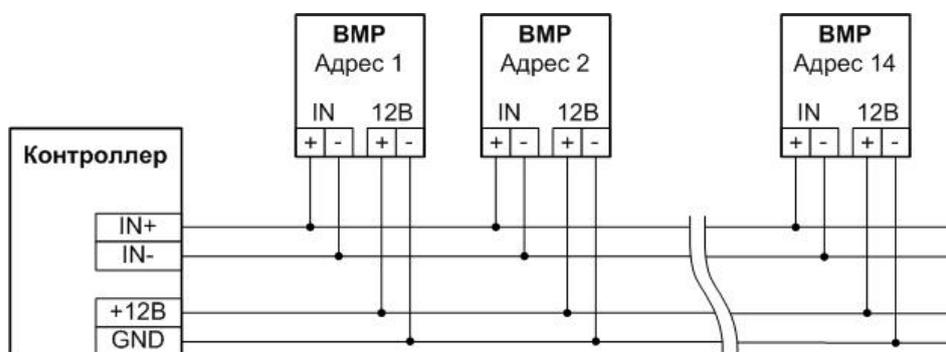
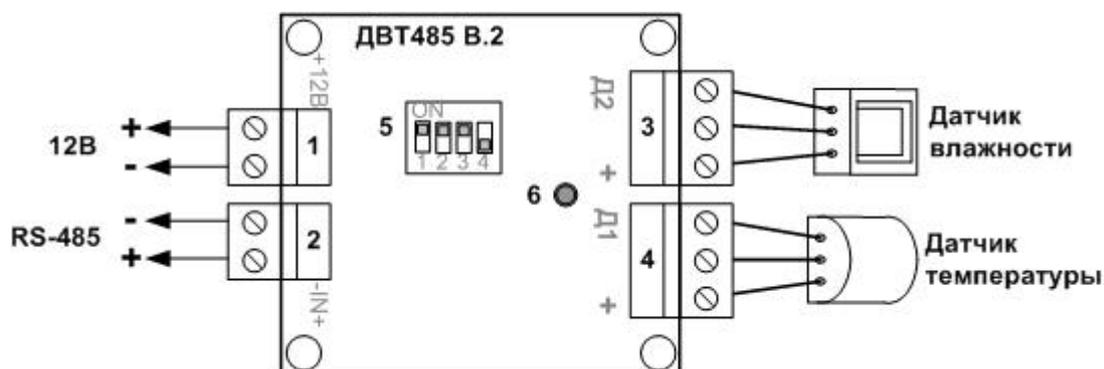

Рисунок 2.1 - Схема подключения ВМР к контроллеру
Рисунок 5.1 - Схема функциональных элементов изделия, схема подключения датчиков
Связь изделия с контроллером осуществляется через общую шину подключения ВМР к контроллеру (далее – шина ВМР). К контроллеру через шину ВМР одновременно может быть подключено до 14 разнотипных ВМР (см. рисунок 2.1). Параметры связи изделия с контроллером указаны в таблице 2.2.
Изделие имеет два 3-контактных разъема «Д1» и «Д2» (см. рисунок 5.1) для подключения датчиков температуры и влажности соответственно. Датчики
крепятся к ответной части двух 3-контактных клемм, которые подключаются к двум 3-контактным клеммам на плате (в корпусе) изделия (см. рисунок 5.1).
Изделие передает данные в контроллер по шине ВМР. К шине ВМР в одновременно могут быть подключены другие однотипные или разнотипны ВМР. Для распознавания контроллером конкретного ВМР на шине все ВМР оснащаются блоком переключателей «Адрес» (см. рисунок 5.1, элемент № 5).
- 3) подключить к клеммам «+12В» изделия источник питания, параметры которого указаны в таблице 3.1, с соблюдением полярности (см. рисунок 5.1, клемма № 1);
- 4) соединить клеммы «-IN+» изделия с клеммами «IN+», «IN-» контроллера с соблюдением полярности (см. рисунок 5.1, клемма № 2). Если изделие не единственный ВМР контроллера, то способом подключения изделия и остальных ВМР к контроллеру должно быть параллельное подключение к общей шине от клемм «IN+», «IN-» контроллера (см. рисунок 2.1).
- 5) подключить с соблюдением полярности (см. рисунок 5.1, элемент №4) датчик температуры к ответной части 3-контактной клеммы, которую закрепить в разьеме «Д1» изделия.